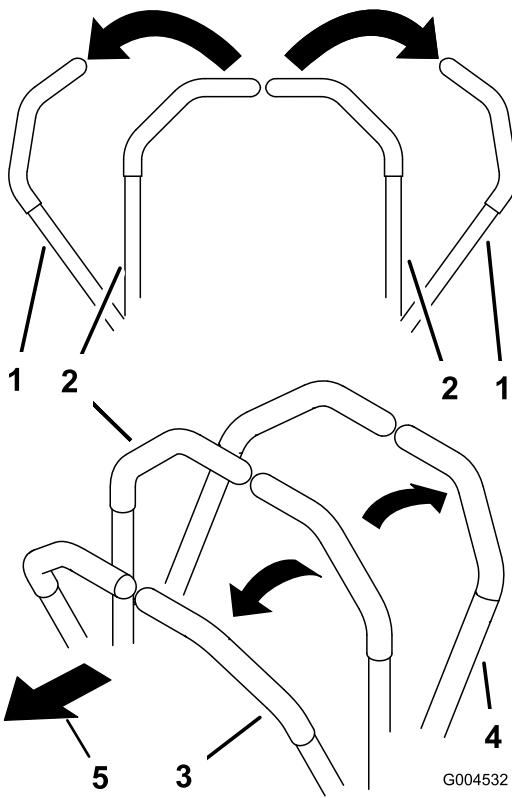

Figura 18
1. Mueva las palancas de control de movimiento hacia fuera, a la posición de BLOQUEO/PUNTO MUERTO (Figura 18).
- Para conducir hacia adelante en línea recta, empuje lentamente las palancas de control de movimiento hacia adelante (Figura 18).
- Para conducir hacia atrás en línea recta, tire lentamente de las palancas de control de movimiento hacia atrás (Figura 18).
- Para girar, ralentice la máquina tirando hacia atrás de ambas palancas, y luego empuje hacia adelante la palanca del lado opuesto del sentido de giro (Figura 18).